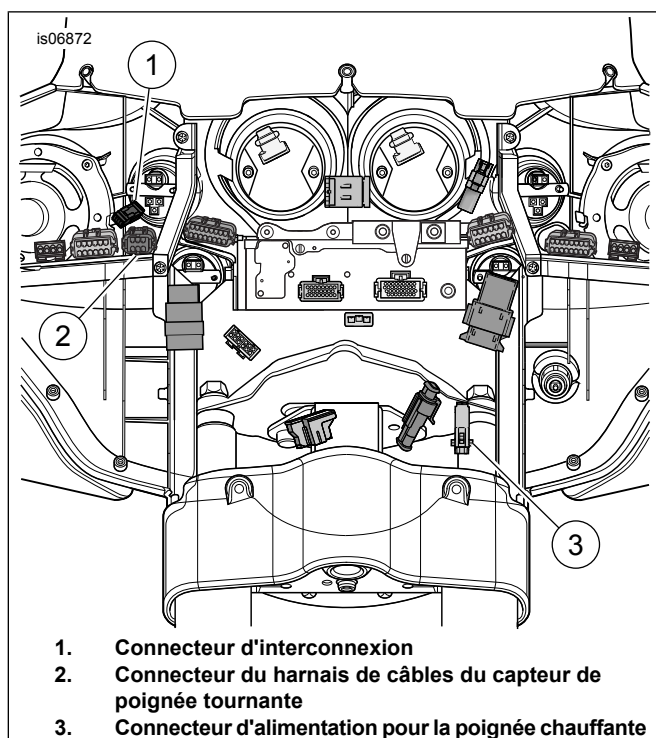

Figure 5. Câblage du carénage (modèles FLH)
Consultez Figure 5. Le connecteur d'alimentation de la poignée (3) comporte un capuchon qui doit être retiré avant de le connecter au câblage du véhicule.
- Consultez Figure 5. Connectez la moitié du connecteur d'alimentation de la poignée gauche au connecteur d'alimentation de la poignée (3).
- Connectez (1) au connecteur de la poignée de main du côté gauche.
- Connectez le connecteur du harnais principal du TGS du harnais de cavaliers au connecteur (2).